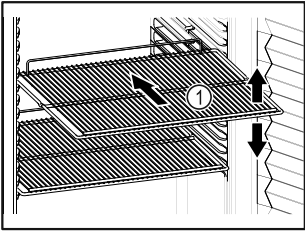

Fig. 60 Beispielhafte Darstellung
- ❑ Wenn Abstellroste Fig. 60 (1) versetzbar sind, je nach Höhe anpassen.